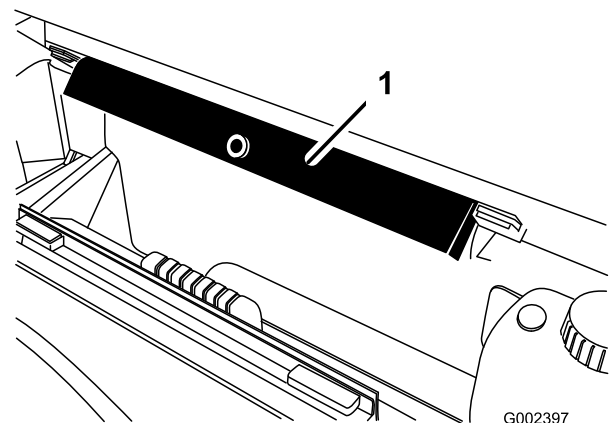

Figura 83
8. Retire el soporte de la plataforma de los soportes de almacenamiento situados en la parte trasera del panel del ROPS (Figura 83).